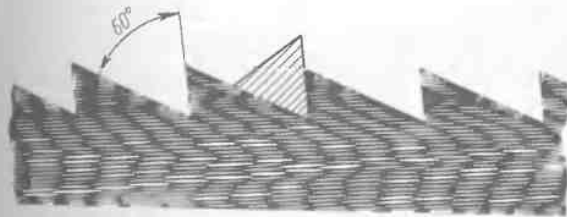

Рис. 56. Форма зуба продольной пилы и положение напильника при ее заточке (перпендикулярно полотну)
*Продольную* пилу затачивают по-другому — значительно проще (рис. 56). У нее каждый зуб представляет собой резец в виде стамесочки, наклоненный лезвием в сторону направления основного усилия при пилении: в ножовках и лучковых пилах от себя, в лобзике — наоборот. Профиль зуба продольной пилы — треугольник, у которого одна сторона сильно наклонена вперед (угол 30° и меньше), а другая — находится под углом 90° и меньше, но так, что между зубчиками как раз входит своим ребром трехгранный напильник или надфиль, а его грани соприкасаются с гранями зубьев. Таким образом, при направлении напильника перпендикулярно полотну пилы и затачиваются сразу две грани двух соседних зубьев. При этом внимание уделяют режущей грани зуба — передней: по ее наклону устанавливают одну из граней напильника и следят за сохранением ее положения. Практически во время пиления зуб-стамесочка продольной пилы как бы стругает древесину, а у поперечной пилы зуб режет ее поперек волокон (у поперечной пилы зуб имеет боковые режущие кромки и вершину).